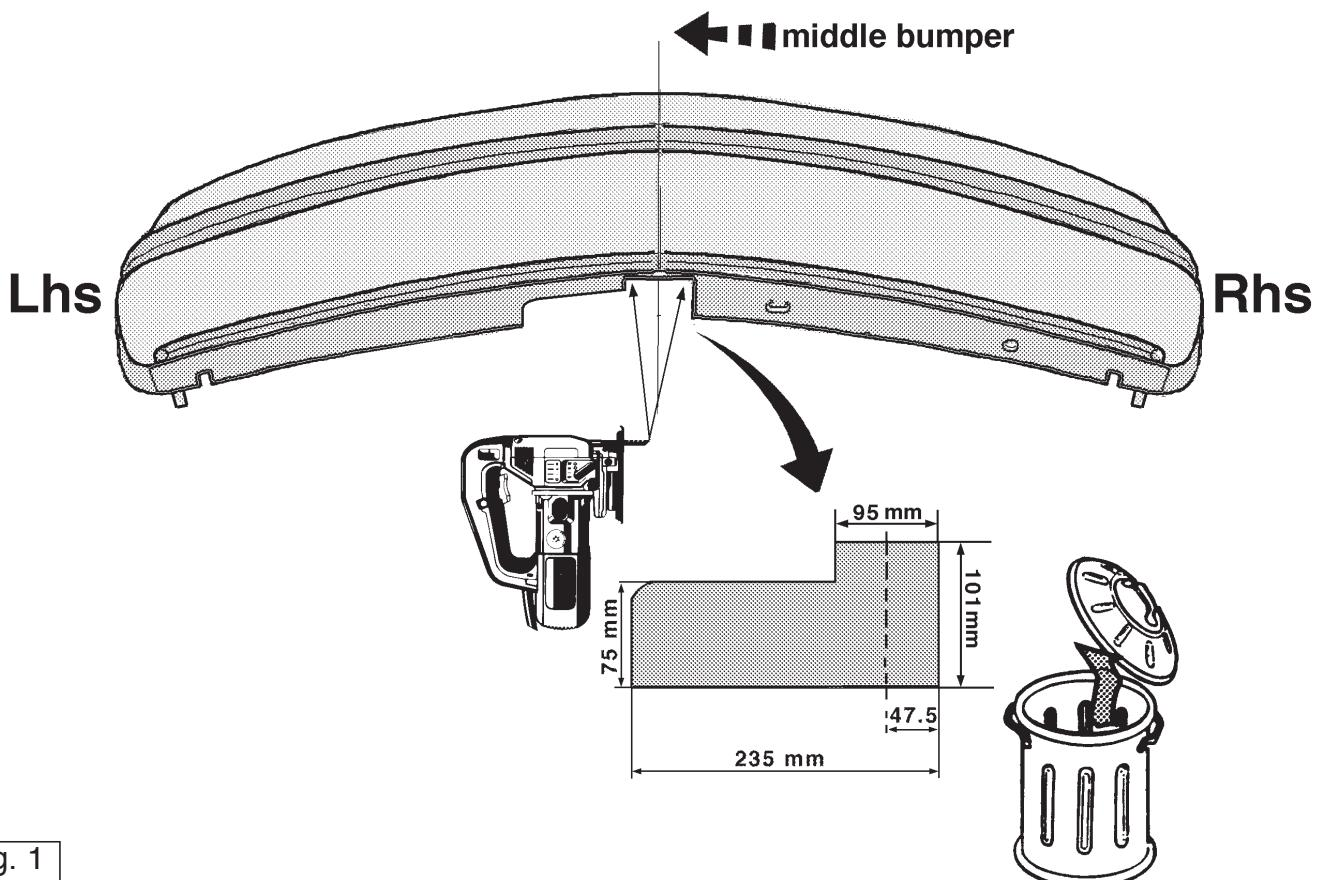

Fig. 1
- Demonteer de achterlichtunits. Demonteer de bumper. Verwijder de plakkers t.p.v. de punten A van het chassis. Verwijder de dwarsbalk van het voertuig. Deze wordt niet herplaatst. Zaag een deel overeenkomstig fig. 1 in het midden aan de onderzijde uit de bumper. Zaag overeenkomstig figuur 2 de aangegeven deel af.
- Detach the taillights. Detach the bumper. Remove the stickers at the points A of the chassis. Remove the cross member from the vehicle. It will no longer be needed. Saw a portion out of the centre underside of the bumper, in accordance with fig. 1. Saw out the indicated section in accordance with figure 2.
1. Démontez les feuilles arrières. Démontez le pare-chocs. Oter les bandes adhésives à l'empilement des points A du châssis. Oter la traverse du véhicule. Celle-ci n'est pas remontée. Découper à la scie une pièce correspondant à la fig. 1 dans le milieu de la face intérieure du pare-chocs.
- * Die Anhängerverrichtung mit den Halterungen in das Fahrgehäuse mit einer Tafel anbringen. Die Halterungen mit den Muttern am Fahrgehäuse anbringen. Einem Tafelschlüssel Abb. 1, in der Mitte der Nutrestelle aus der Stoßstange abnehmen. Einem Tafelschlüssel Abb. 2 das angeschlagene Teil abschrauben.
1. Demontera bakljusmodulerna. Demontera kofångaren. Avlägsna klisterlapparna vid punkterna A från chassit. Avlägsna tvärbanan från fordonet, denna förfaller. Såga ut en del enligt fig. 1 ur mitten av kofångarens undersida. Såga ut de angivna delarna enligt figur 2.
1. Afmontér baglygtpanelet. Afmontér kofangeren. Fjern etiketterne på punkterne A fra chassiset. Fjern tværstangen fra koretøjet. Denne vil ikke blive sat tilbage. Sav en del i midten på undersiden ud af kofangeren, jævnfør fig. 1. Sav den markerede del ud ifølge figur 2.